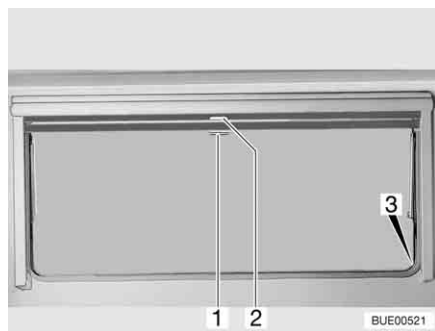

Fig. 78 Ventana abatible
- Tirar del asidero (Fig. 78,2) de la persiana oscurecedora enrollable hacia abajo. Cuando la persiana oscurecedora enrollable se cierre por completo, encajarla en el bloqueo (Fig. 78,3) a ambos lados del marco de la ventana.
- Cuando la persiana oscurecedora enrollable está completamente cerrada: Presionar el tirador (Fig. 78,2) hacia abajo y tirarlo ligeramente hacia dentro. Desenganchar la persiana oscurecedora enrollable de los bloqueos a izquierda y derecha del marco de la ventana.
- Cuando la persiana oscurecedora enrollable se encuentre en una posición intermedia: Tirar ligeramente del asidero (Fig. 78,2) hacia abajo, hasta que se hay soltado el bloqueo.
- Tirar hacia abajo de la mosquitera enrollable (Fig. 78,1) y engancharla en el bloqueo (Fig. 78,3) a ambos lados del marco de la ventana.
- Presionar el tirador (Fig. 78,1) hacia abajo y tirarlo ligeramente hacia dentro. Desenganchar la mosquitera enrollable de los bloqueos a izquierda y derecha del marco de la ventana.